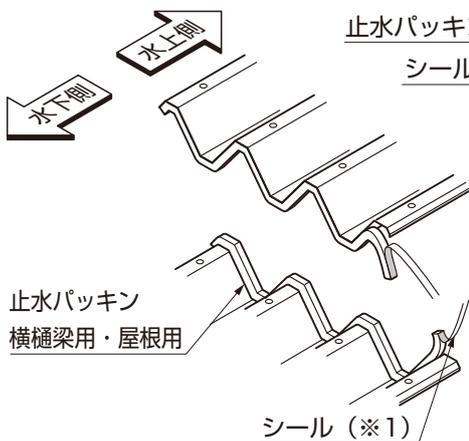

図16-12 止水パッキン 横樋梁用・屋根用の取付け
- ① 水下側折板屋根材と水上側折板屋根材の中間重なり部分に、止水パッキン横樋梁用・屋根用のシール（※1）をはがして貼付けてください。（図16-12参照）
- 止水パッキン横樋梁用・屋根用は、水下側の場合は上側に、水上側の場合は下側に貼付けてください。（図16-12参照）